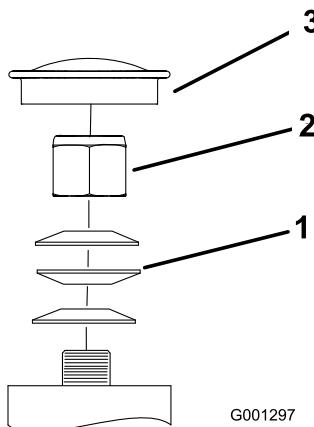

Figura 41
3. Retire el tapón anti-polvo de la rueda giratoria y apriete la contratuerca (Figura 41).
4. Apriete la contratuerca hasta que las arandelas de muelle estén planas, luego afloje 1/4 de vuelta para establecer la pre-carga correcta de los cojinetes (Figura 41).
5. Coloque el tapón anti-polvo (Figura 41).
Importante: Asegúrese de que las arandelas de muelle están correctamente instaladas, según muestra Figura 41.